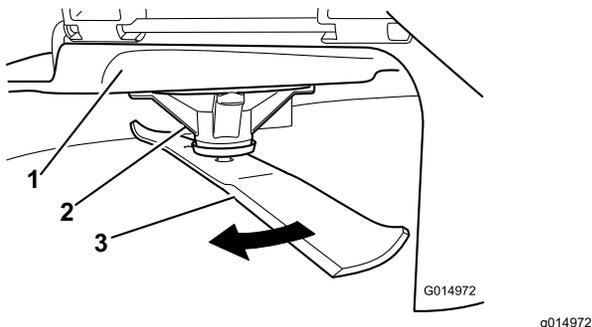

Рисунок 60
- Используя толстые перчатки или другие подходящие средства защиты рук, медленно поверните нож в положение, позволяющее измерить расстояние от режущей кромки до уровня горизонтальной поверхности, на которой стоит машина (Рисунок 60).